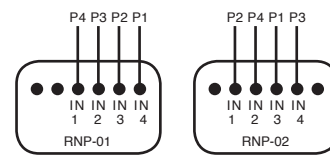

Abb. 1
- Die Tastennummerierung der Sender RNP-01/RNP-02 ist auf der Abb.1 vorgestellt – Programmieren wie bei P-257/4 und RNK-04.